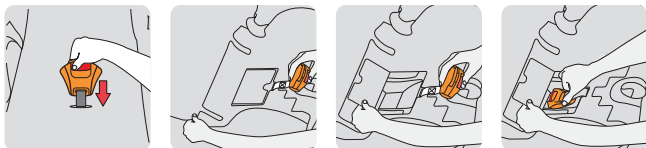

Рис. 5
Когда автокресло находится в положении четвертого уровня, поверните его в направлении против хода движения, и тогда кресло может быть отрегулировано до положения пятого уровня (см. рис. 5).
- **40–105 см и весом не более 18 кг:** установка против хода движения (лицом назад), используйте пятый уровень. (Рис. 5)
Чтобы затянуть ремни безопасности, потяните ремень регулировки на себя до достижения необходимого усилия затяжки (Рис. 5).
Расстегните пряжку и выньте из нее все части застежки ремня безопасности автокресла. Проденьте пряжку вниз и поместите в отсек на хранение. (Рис. 5)